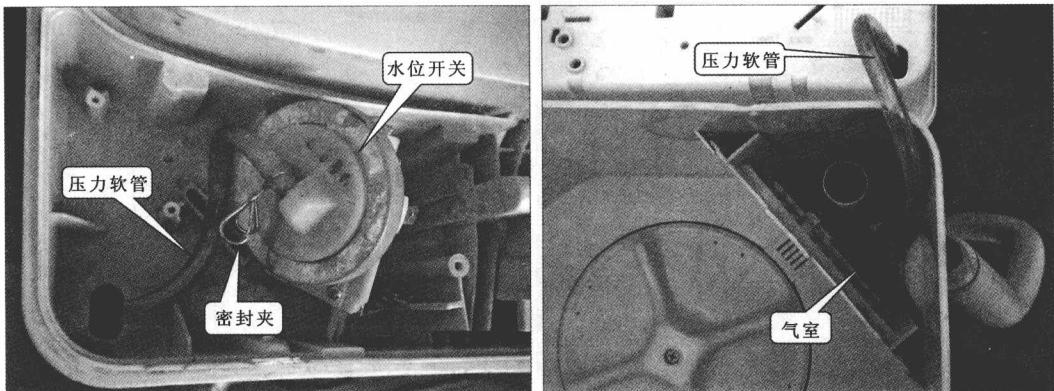

图 1-14 水位开关和压力软管
(12) 水位开关由一个压力软管与洗衣机气室相连，并且压力软管的接口处由密封夹固定，如图 1-14 所示。